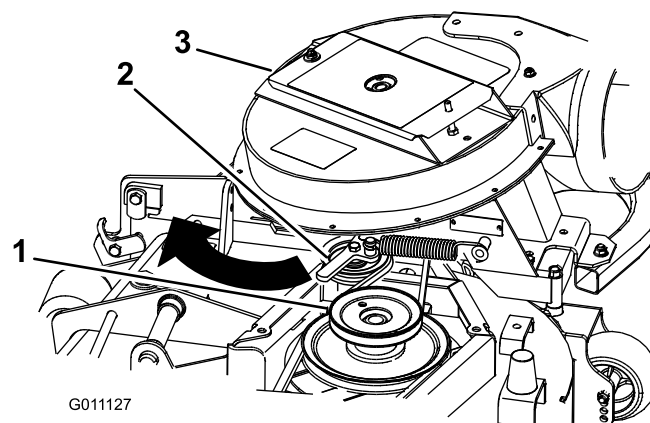

Figura 19
5. Retire la polea tensora tensada con muelle y pase la correa alrededor de la polea de la carcasa de corte. Asegúrese de que la correa pasa correctamente alrededor de las poleas del soplador (Figura 19).